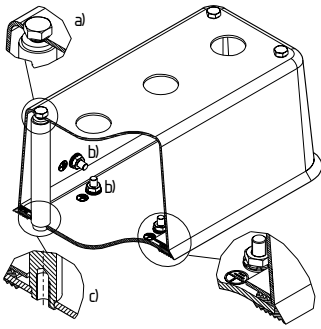

Fig. 1: Montagem do invólucro
1. Faça uma conexão, por meio de um condutor, entre os parafusos designados para conexão ao terra (Fig. 1) na tampa e na base do invólucro. 1) na tampa do invólucro e solo do invólucro.
4. O invólucro deve ser incorporado ao sistema de conexão equipotencial através de um parafuso livre para conexão ao terra conforme EN 60079-14 (ABNT NBR IEC 60079-14) (Fig 1).